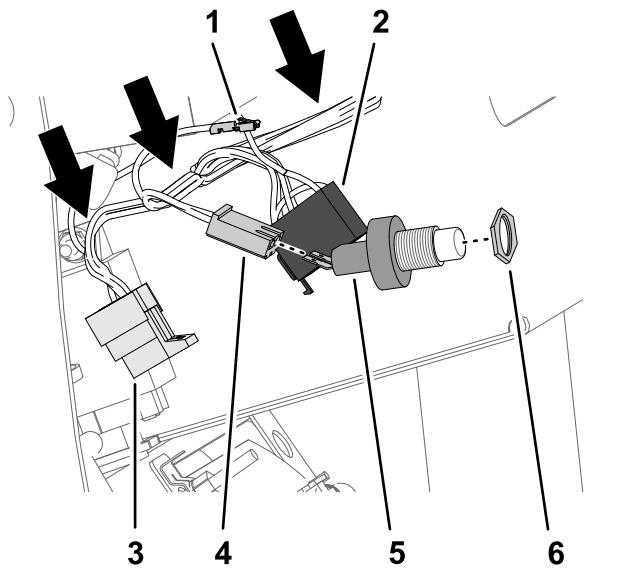

Figure 25
2. Accédez aux 3 connecteurs au bout de la branche de 108 cm du faisceau de câblage du kit (Figure 25).
3. Vissez l'écrou de blocage (5/8") sur le filetage du contacteur d'avertisseur sonore (Figure 25).
4. Branchez les cosses plates du contacteur d'avertisseur sonore au connecteur à 2 douilles de la branche de 108 cm du faisceau du kit (Figure 25).